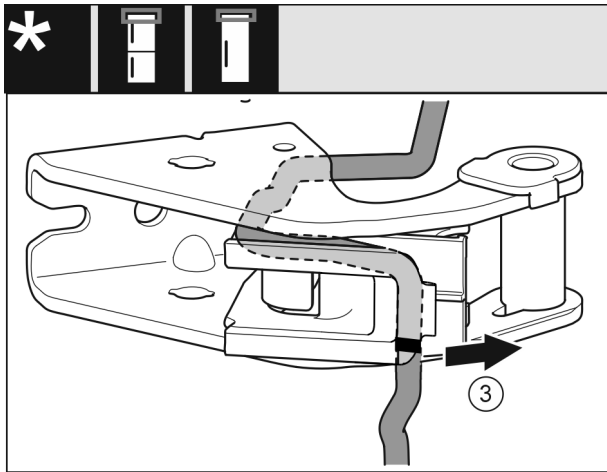

Fig. 27
- Kabel met de kabelhouder van de lagerbus demonteren. Fig. 27 (3)